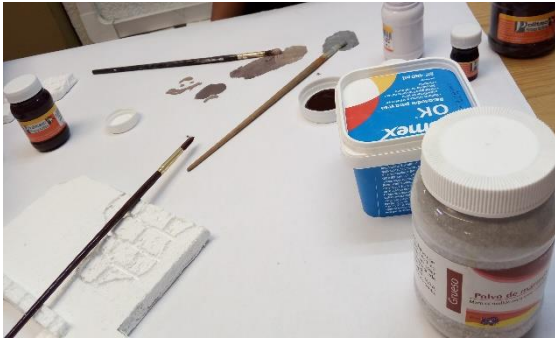

Ilustración 7
- Trabajé en actividades internas, en la realización de maquetas para decoración de interior del edificio administrativo del IMSS (ilustración 7,8,9).